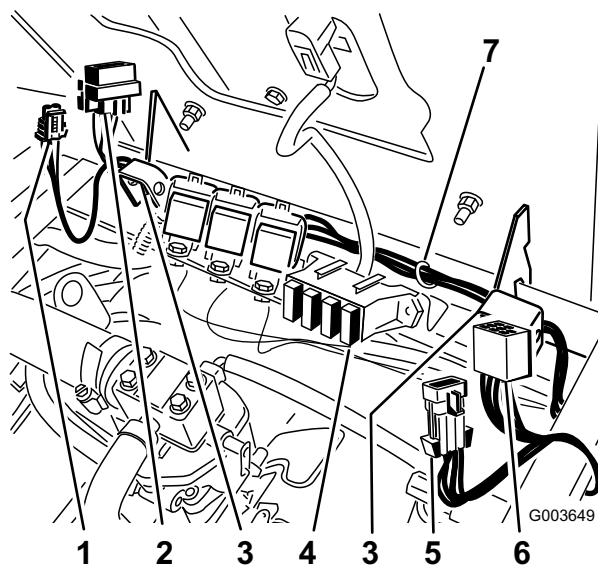

図 32
3. このスイッチから、先ほどバルブに取り付けたリレーまで、運転席のちょうつがい沿いにハーネスを配置する (図 32)。
ヒューズ・ブロックの右スロットに、ヒューズを取り付ける (図 32)